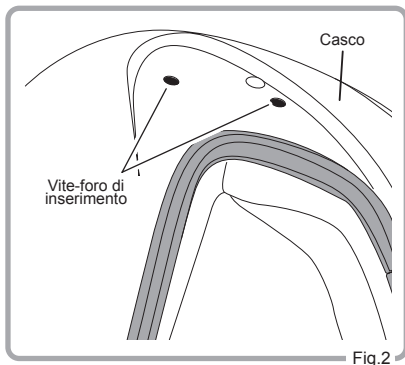

Fig.2
2. Collocare il meccanismo visiera nella cavità posta sul lato del casco e allineare i fori di montaggio sul meccanismo visiera con i fori di montaggio sul casco (Fig. 2).